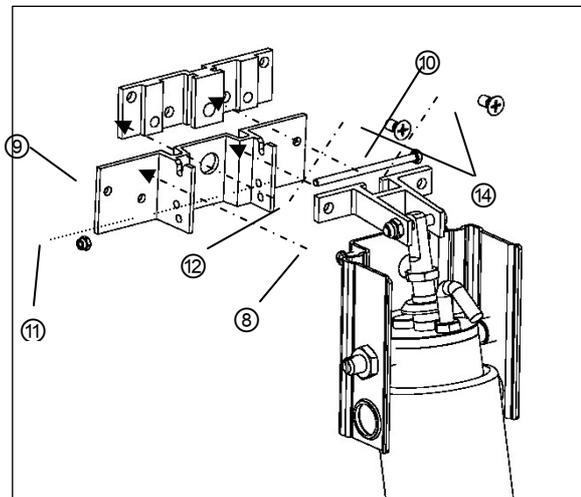

Bild 4
4. Elektroöffner mit den Kreuzschlitzschrauben ⑧ in die Grundplatte ⑨ des Aufsetzkranzes verschrauben. Danach die Sechskantschraube M4 x 70 ⑩ seitlich durch die Halterung des Öffners sowie durch die Grundplatte ⑨ einschieben und mit der selbstsichernden Mutter ⑪ arretieren (*Bild 4*).
5. Lagerbock ⑫ in die Anschlagplatte ⑬ des Lüfterrahmens einschieben und mit den Kreuzschlitzschrauben M 6 x 11 ⑭ befestigen (*Bild 4*).